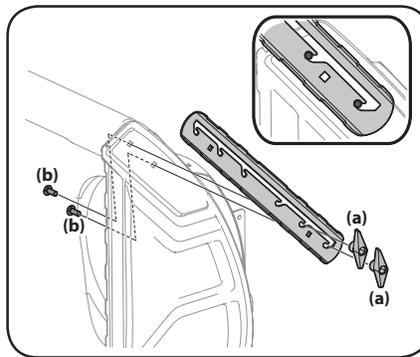

Figura 2-45
1. Retire los dos pernos de carro (a) y las tuercas de mariposa (b) que sujetan cada cortador de desplazamiento de nieve y retírelos de los lados de la caja de la barrena. Consulte Figura 2-45.
2. Gire los cortadores de desplazamiento de nieve y ubíquelos como se muestra en la Figura 2-45 hacia el exterior de la caja de la barrena.